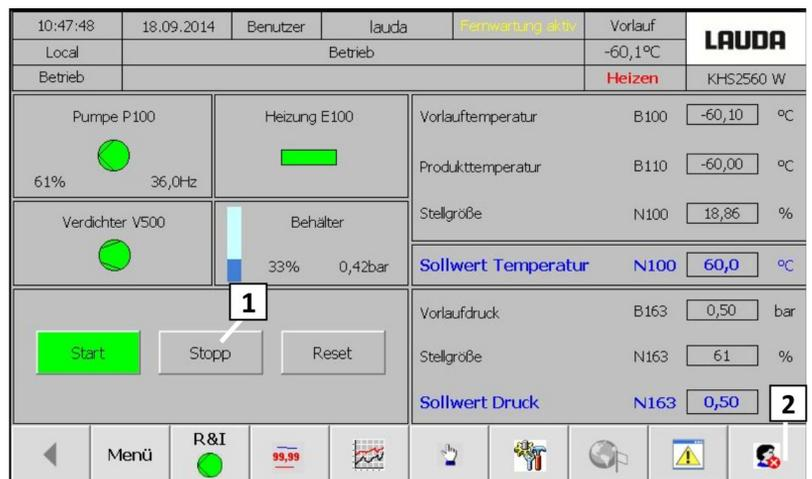

Abb. 76: Ausschalten
1. Taster [Stopp] an der Visualisierung (Touchscreen) betätigen (Abb. 76 [1]).
2. Benutzer abmelden (Abb. 76 [2]).